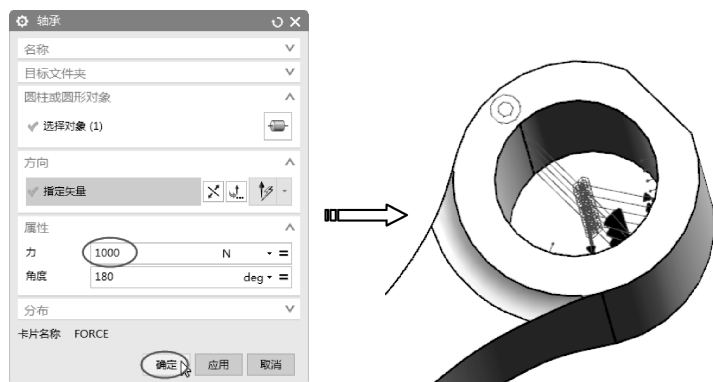

图 9-73 添加 X 轴的轴承载荷
- 05 单击【确定】按钮，完成轴承载荷的添加，如图 9-73 所示。